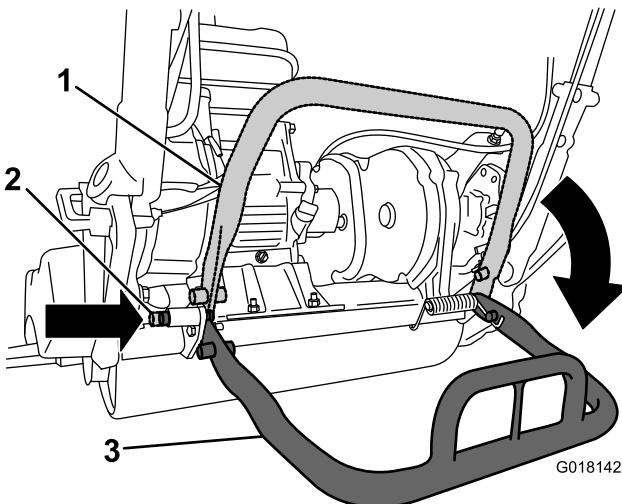

Figura 24
- Para impedir a máquina de inclinar para trás quando remover o cilindro, baixe o apoio e empurre o pino de bloqueio para bloquear na posição de ASSISTÊNCIA (Figura 24).